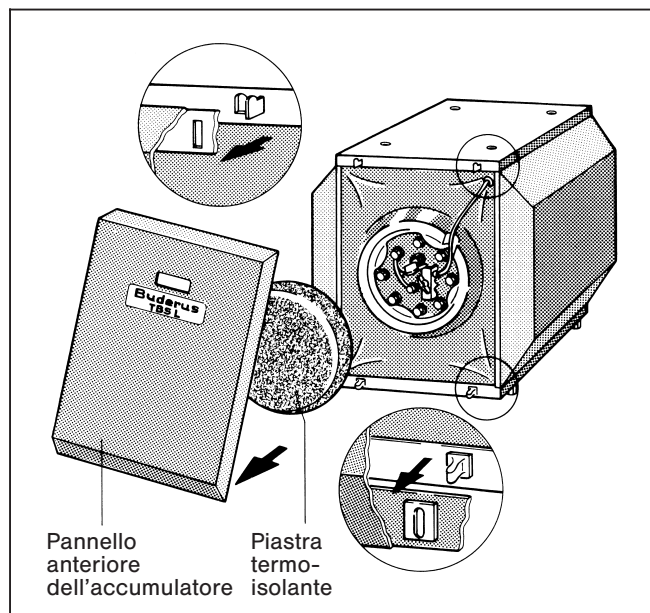

Fig. 12
- Togliere il pannello anteriore dell'accumulatore verso il davanti ed estrarre la piastra termoisolante in schiuma morbida (Fig. 12).